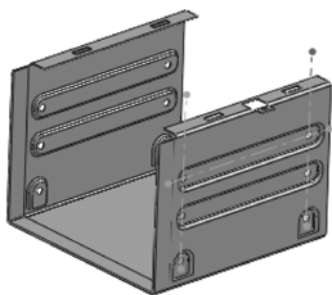

图 10-216 阵列后的结果
(26) 线形阵列成形工具。单击“特征”工具栏中的（线性阵列）按钮，或选择“插入”→“阵列/镜像”→“线性阵列”菜单命令，弹出“线形阵列”属性管理器，在方向 1 的“阵列方向”栏中单击鼠标，拾取钣金件的一条边线，如图 10-214 所示，在“间距”栏中输入数值“20”，然后在 FeatureManager 设计树中单击“硬盘成形工具 2”、“镜像”、“ $\phi 3.5$ (3.5) 直径孔 1”名称，如图 10-215 所示，单击（确定）按钮，完成对成形工具的线形阵列，结果如图 10-216 所示。